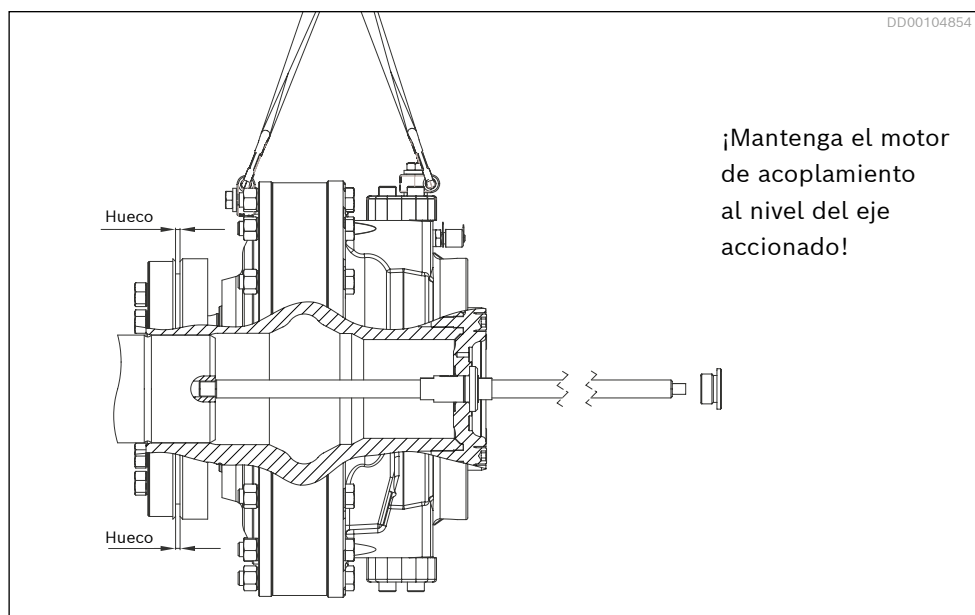

Fig. 38: Hueco entre los anillos de sujeción
2. Para evitar la falta de alineamiento de los dos anillos de sujeción durante el apriete de los tornillos, se debe medir por varios lugares el hueco entre los anillos durante el proceso, ver *Fig. 38*. La diferencia entre los huecos medidos no debe variar más de 1 mm (0,04") en ninguna fase del proceso de apriete.